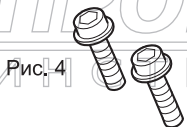

Рис. 4
- откидную стойку установите в положение между 22.5 в правую сторону и 48 градусами в левую сторону.: упор слегка отодвиньте вверх и закрепите винтами фиксации. Рис. 4.